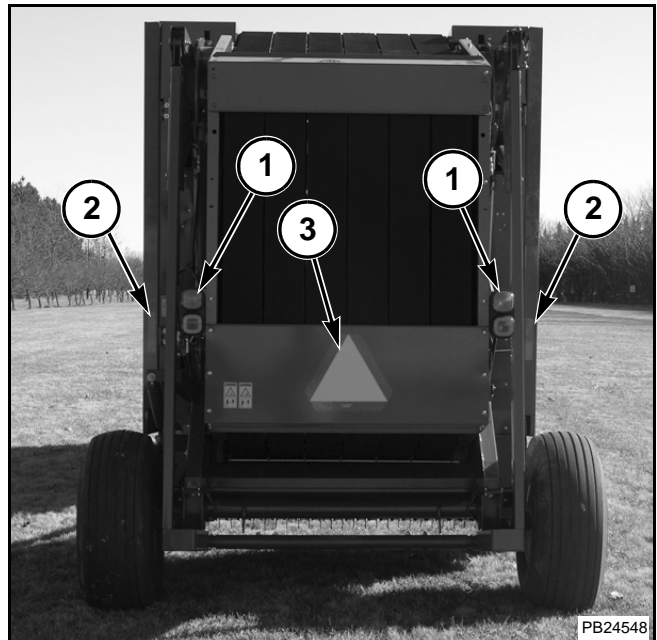

FIG. 83
FIG. 83: Las luces (1), los reflectores (2) y el distintivo de vehículo de movimiento lento (3) deben mantenerse en buen estado y revisarse a diario para que funcionen correctamente.